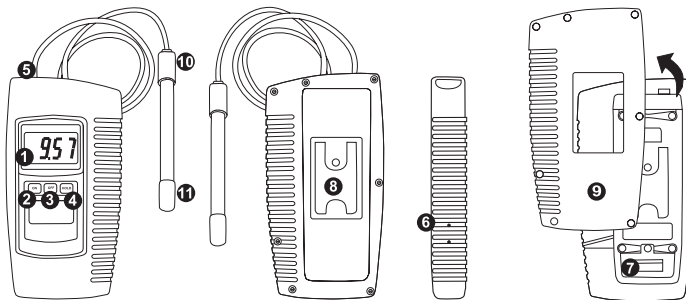

Abbildung 1
1. Elektrode mit dem Elektrodenanschluss verbinden (Abbildung 1, 5).
3. Elektrodenkopf (Abbildung 1, 11), in die Probe eintauchen. Elektrode mehrere Male hin und her bewegen um Luftbläschen von der Elektrode zu entfernen. Hierdurch wird der Messwert stabil. Das Gerät zeigt den Messwert in % Salzgehalt NaCl.
5. Die „HOLD“ Taste (Abbildung 1, 4) dient zum „einfrieren“ des aktuellen Messwertes im Display. Es erscheint „HOLD“ im Display. Erneutes Drücken der „HOLD“ Taste kehrt zum Messmodus zurück.